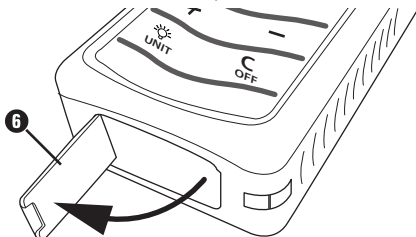

Fig. 2
- ◆ Dépliez la butée d'angle **6**, comme le montre la figure 2.